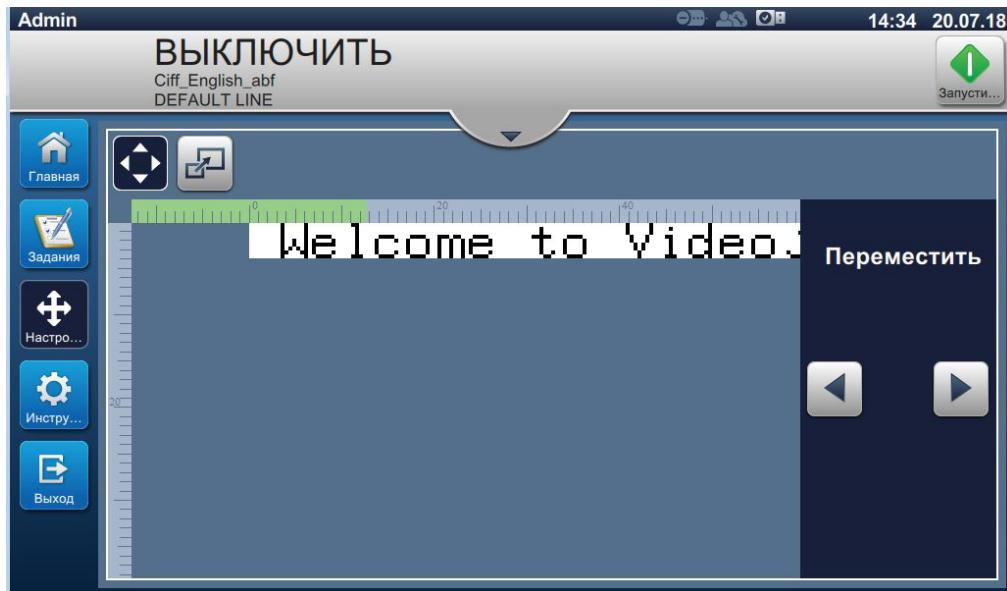

Рис. 4-9: Регулировка с перемещением
- Нажмите кнопку  , чтобы отобразить разделитель текущего положения, как показано на Рис. 4-9.